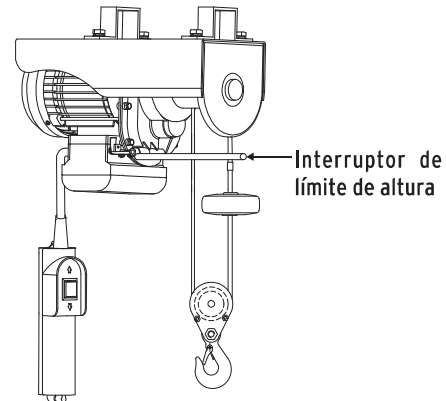

FIG.11
7. El polipasto cuenta con interruptor de límite de altura (FIG.11), el cual no permite que el gancho se enrede en el carrete y pueda dañar al polipasto, es recomendable que no suba totalmente la carga ya que esta puede golpear algún componente del polipasto.